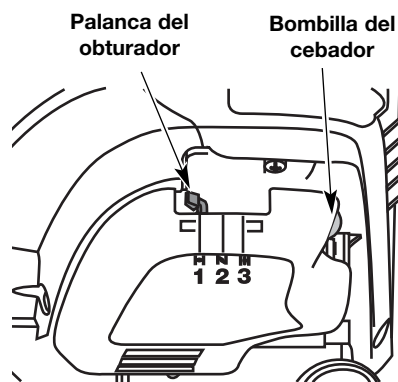

Fig. 7
4. Coloque la palanca del obturador en la **Posición 1** (Fig. 7).
6. Coloque la palanca del obturador en la **Posición 2** (Fig. 7).
9. Coloque la palanca del obturador en la **Posición 3** (Fig. 7). La unidad está lista para ser utilizada.